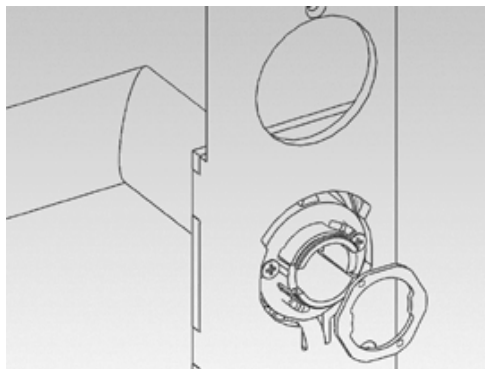

Abbildung 3:
5. Den Vierkant des Innenbeschlages (8) durch die Nussaufnahme des Einsteckschlosses (6) in der Tür schieben, sodass der Beschlag bündig anliegt. Hierbei unbedingt darauf achten, dass das 3-polige Kabel nicht gequetscht wird.
6. Innenbeschlag (8) so ausrichten, dass der Beschlag parallel zur Tür steht.
7. Durch die entsprechenden Löcher am Innenbeschlag (8) die benötigten Bohrungen an der Türe markieren.
8. Innenbeschlag (8) von der Tür entfernen.
10. Inlay (1) auf den Außendrücker (3) schieben. Dies kann je nach Drückervariante nicht mehr im montierten Zustand erfolgen.
11. Außendrücker (3) in gewünschter Richtung horizontal in den Außenbeschlag (4) bis zum Anschlag einstecken, je nachdem ob es sich um eine DIN links oder DIN rechts Tür handelt.
12. Drückerverschluss (5) aufstecken (Abbildung 2 und Abbildung 3).
4. Den Vierkant des Innenbeschlages (8) durch die Nussaufnahme des Einsteckschlosses (6) in der Tür schieben, sodass der Beschlag bündig anliegt. Hierbei unbedingt darauf achten, dass das 2-polige Kabel nicht gequetscht wird.
5. Innenbeschlag (8) so ausrichten, dass der Beschlag parallel zur Tür steht.
6. Durch die entsprechenden Löcher am Innenbeschlag (8) die benötigten Bohrungen an der Türe markieren.
7. Innenbeschlag (8) von der Tür entfernen.
9. Inlay (1) auf den Außendrücker (3) schieben. Dies kann je nach Drückervariante nicht mehr im montierten Zustand erfolgen.
10. Außendrücker (3) in gewünschter Richtung horizontal in den Außenbeschlag (4) bis zum Anschlag einstecken, je nachdem ob es sich um eine DIN links oder DIN rechts Tür handelt.
11. Drückerverschluss (5) aufstecken (Abbildung 2 und Abbildung 3).